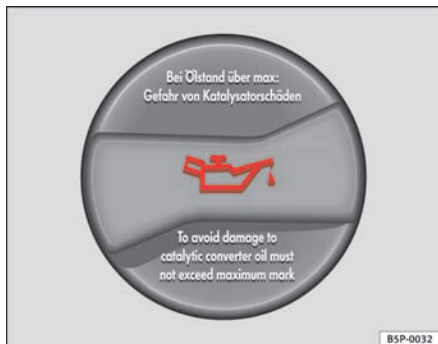

Fig. 159 I motorrummet: oliepåfyldningsdæksel
- Skru dækslet af påfyldningsåbningen ⇒ fig. 159.